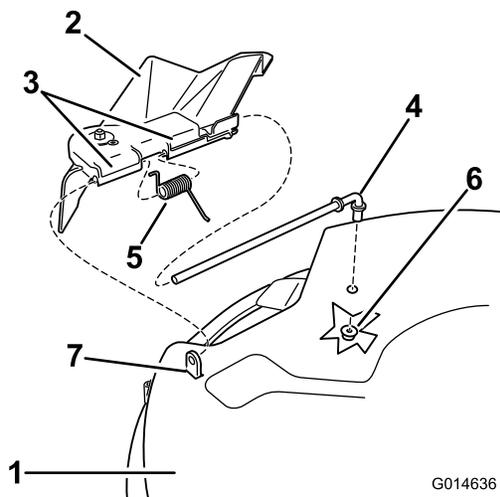
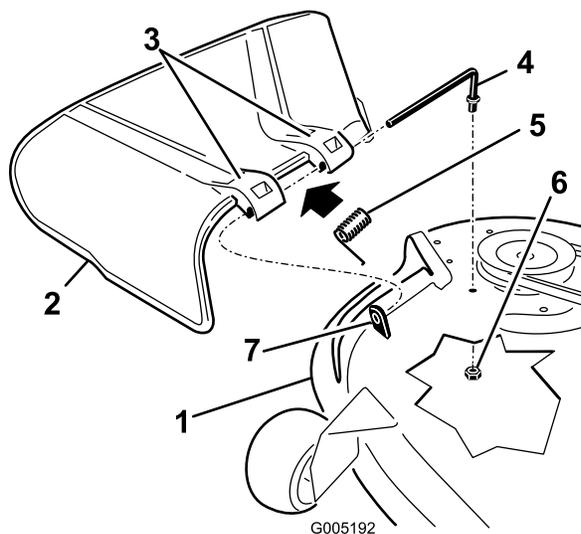

Figura 72
Figura 73
1. Remova a porca ( $\frac{3}{8}$  pol.) da barra debaixo do cortador (Figura 72 e Figura 73).
2. Faça deslizar a barra para fora da parte saliente curta, da mola e do defletor de relva (Figura 72 e Figura 73).
4. Substitua o defletor de relva (Figura 72 e Figura 73).
7. Faça a barra deslizar pelo segundo suporte do defletor de relva (Figura 72 e Figura 73).
9. Fixe a extremidade traseira da barra ao cortador com uma porca ( $\frac{3}{8}$  pol.), como se mostra na Figura 72 e Figura 73.